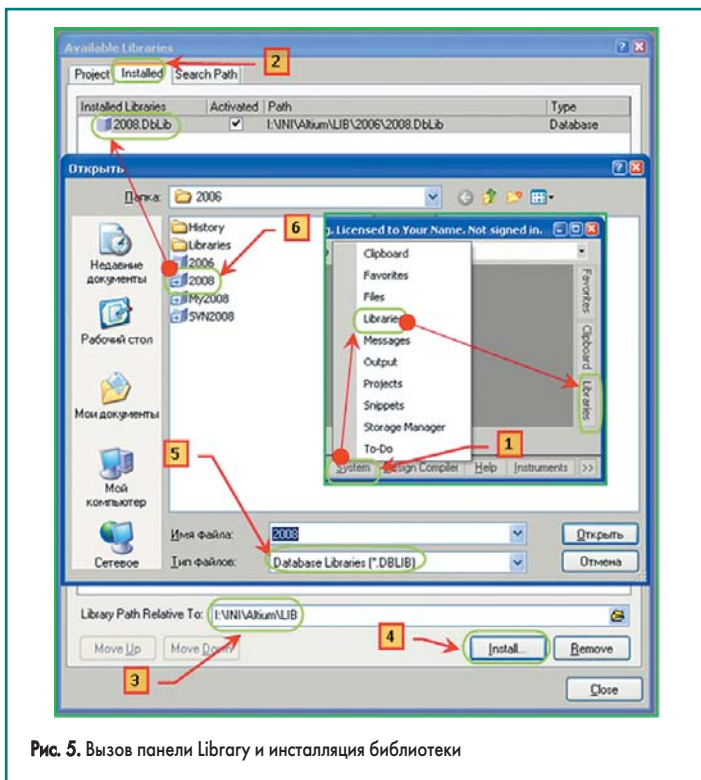

Рис. 5. Вызов панели Library и установка библиотеки
1. Вызываем панель **Library** (рис. 5). Если она еще у вас не настроена, следует в панели **Access** вызвать список **System**, выбрать панель **Library** и установить ее в любом мес-
- те на экране, либо на одной из сторон общего окна (на рис. 5 — справа).